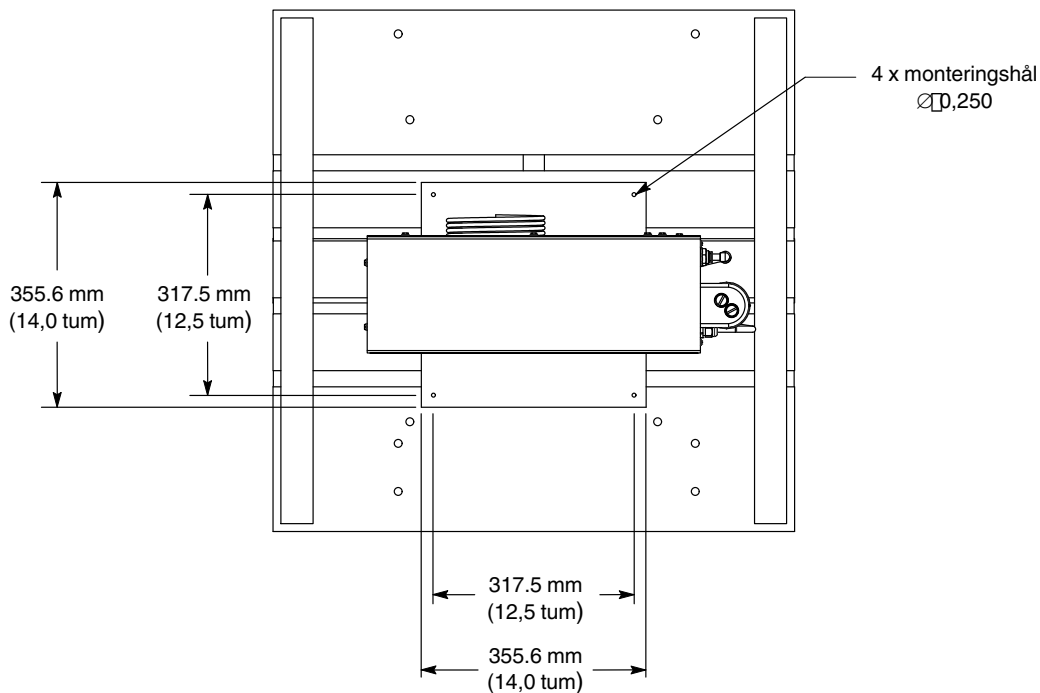

Bild 3-1 Fästa stativet
1. Se bild 3-1. Borra hål i de visade dimensionerna i plattformen eller golvet med stenbitsen.